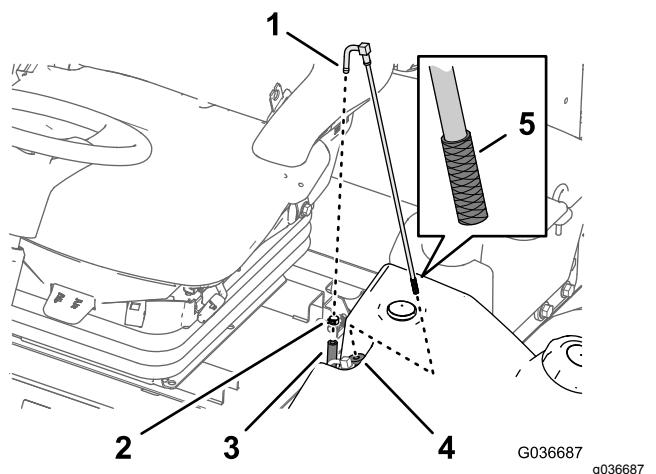

Bild 73
2. Schließen Sie den Schlauch vom Anschlussstück ab (**Bild 73**).
3. Nehmen Sie den Kraftstoffzulaufschlauch vom Kraftstofftank ab (**Bild 73**).
4. Reinigen Sie das Sieb am Ende des Kraftstoffzulaufschlauchs (**Bild 73**).
5. Stecken Sie den Kraftstoffzulaufschlauch durch die Gummibüchse in den Kraftstofftank (**Bild 73**).
1. Entfernen Sie die Schlauchklemme, mit der der Kraftstoffzulaufschlauch am Anschlussstück des Kraftstoffzulaufschlauchs befestigt ist (**Bild 73**).